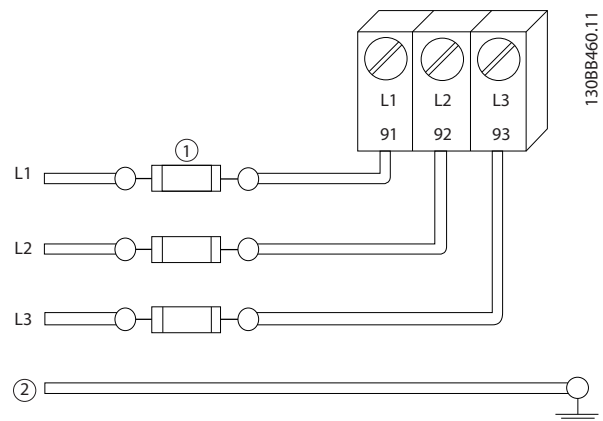

Рисунок 2.6 Предохранители
- Все преобразователи частоты должны быть оборудованы системой защиты от короткого замыкания и перегрузки по току. Для реализации такой защиты следует использовать входные предохранители, см. *Рисунок 2.6*. Если они не устанавливаются производителем, их должен установить специалист во время монтажа. Максимальные номиналы предохранителей см. в 10.3 *Технические характеристики предохранителей*.